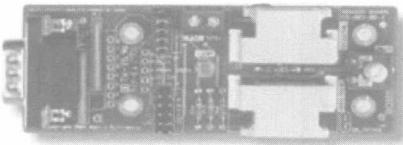

图 2.1-16 FlowCode 传感器板
(15) FlowCode 传感器板如图 2.1-16 所示。